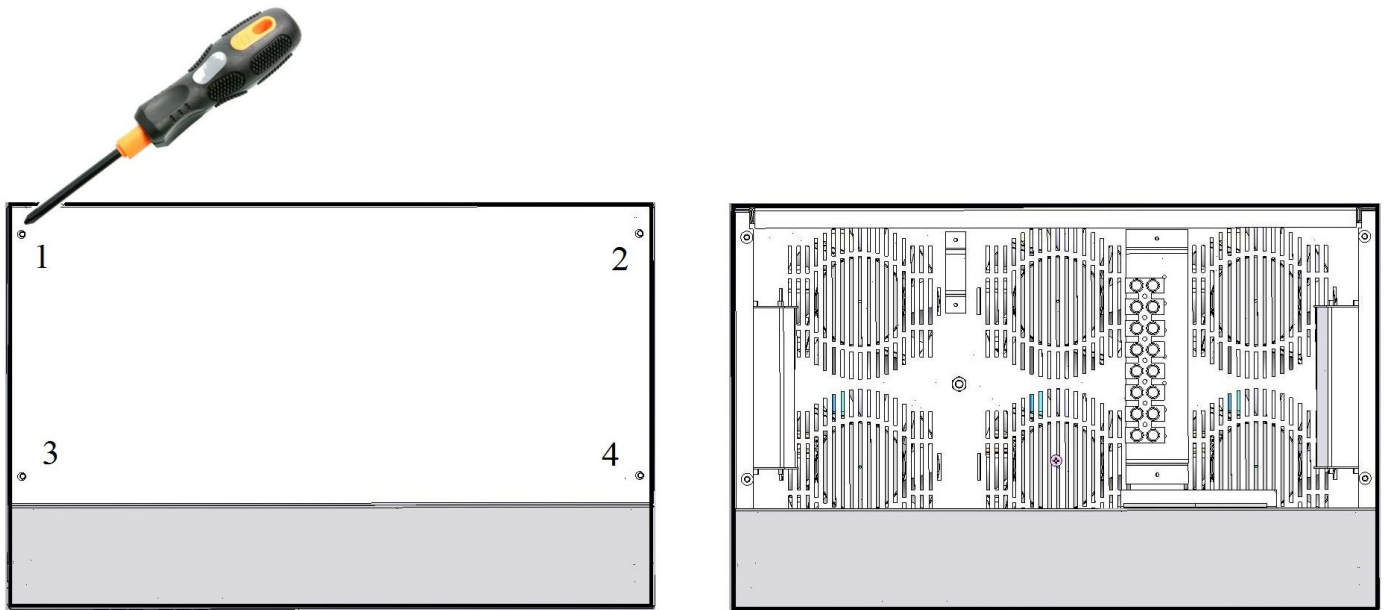

Рисунок 6. Схема зняття захисної кришки зверху корпусу стабілізатора
2. За допомогою викрутки відкрити 4 гвинти захисної кришки з нижньої частини стабілізатора для доступу до клемної колодки (див. рисунок 6).